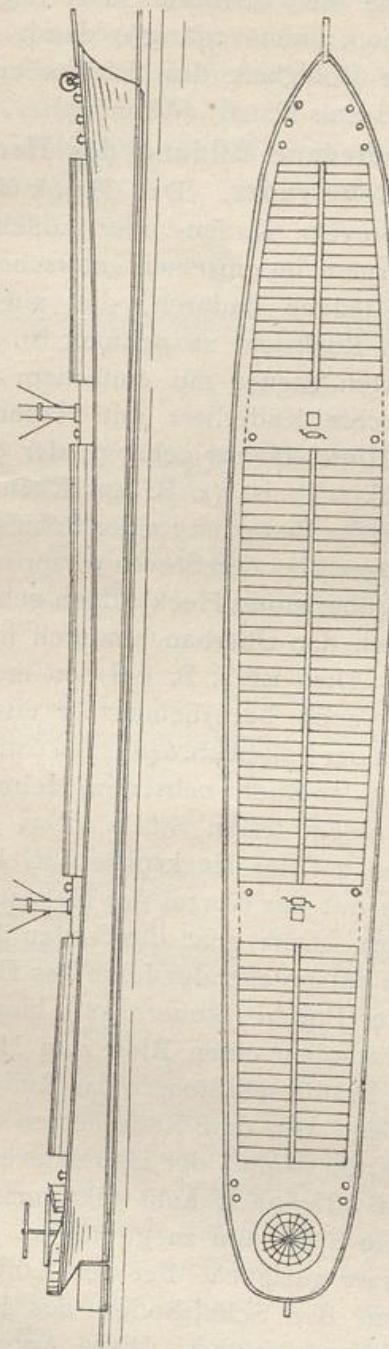
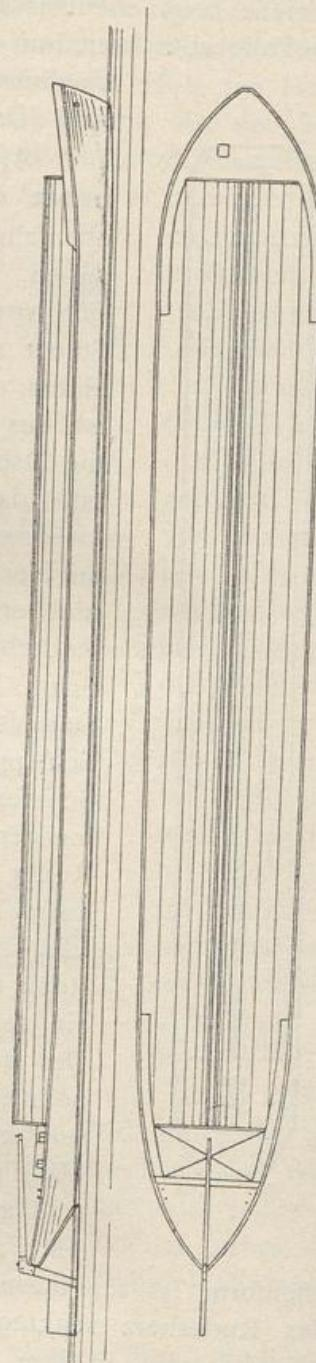

Abb. 648.
Abb. 649.
**4. Verschiedene Bildung des Heckes nebst dem Steuerruder.** Das Heck kann ebenfalls die Steven-, Kaffen- oder Löffelform haben. Die Formen im einzelnen unterscheiden sich vom Bug jedoch dadurch, daß auf das Steuer zugleich Rücksicht zu nehmen ist. Bei einem angehakten Steuer mit einfachem Blatt ist das senkrechte Ruderherz mit Haken an die Ösen des Hinterstevens gehängt, der ebenfalls dann senkrecht ist (z. B. am Rhein bei eisernen Schiffen). Bisweilen ist der Schiffsbord am Heck im Bogen über den Steven vorspringend hinübergebaut (überbautes Heck); dann geht das Ruderherz durch den Überbau hindurch in das Schiff hinein. Dies ist z. B. bei den meisten Dampfschiffen, auch bei rheinischen eisernen Schleppschiffen der Fall (Abb. 648). Bei östlichen Schiffen besteht das Ruder nebst dem Helmstock meistens aus einem festen Stück. Das ganze Ruder ist dann auf der Heckspitze aufgehängt, auf welcher es mit der Wurzel des Helmstocks ruht (Abb. 649). Dort geht durch den Helmstock und ein entsprechendes Loch des Heckes ein senkrechter Bolzen (Steuernagel) hindurch. Der Bolzen hat oben einen Ring zum Herausnehmen. Da bei diesen Steuern das Ruderblatt sehr lang ist und von dem Ruderherzen in der Mitte gefaßt wird, so muß der Hintersteven sehr schräg stehen oder auch hohl gekrümmmt sein, um dem Blatte Spielraum zu gewähren. Auch
und Hinterschiff sind sie mehr oder weniger gekrümmt. Die Rheinschiffe haben im Mittelschiff meistens keine gleichlaufenden Seitenwände; die Schiffsbreite des Mittelschiffes verjüngt sich nach hinten vielmehr wesentlich (Abb. 648), ähnlich auch bei manchen Elbschiffen
(Abb. 649). Dies geschieht zur Verminderung des Widerstandes bei der Fahrt. Der Schiffsboden ist im Vorderschiff, auch im Hinterschiff, zu demselben Zweck häufig etwas steigend angeordnet. (Man nennt dies den Sprung des Schiffsbodens.) (Abb. 647, 649). Die Wände der meisten Schiffe sind nicht senkrecht, sondern haben eine gewisse Querneigung, welche man Lehnung nennt; die Schiffsbreite ist dann also in jedem Querschnitt im Bord breiter als im Boden. Die Schiffswand kann dabei im Querschnitt geradlinig, gekrümmmt oder etwas winklig sein. Die Ecke im Querschnitt des Schiffes, wo der Boden mit der Seitenwand zusammentrifft, nennt man die Kimmung oder Kimme. Bei Holzschiffen ist die Kimmung scharf, bei eisernen Schiffen meistens abgerundet